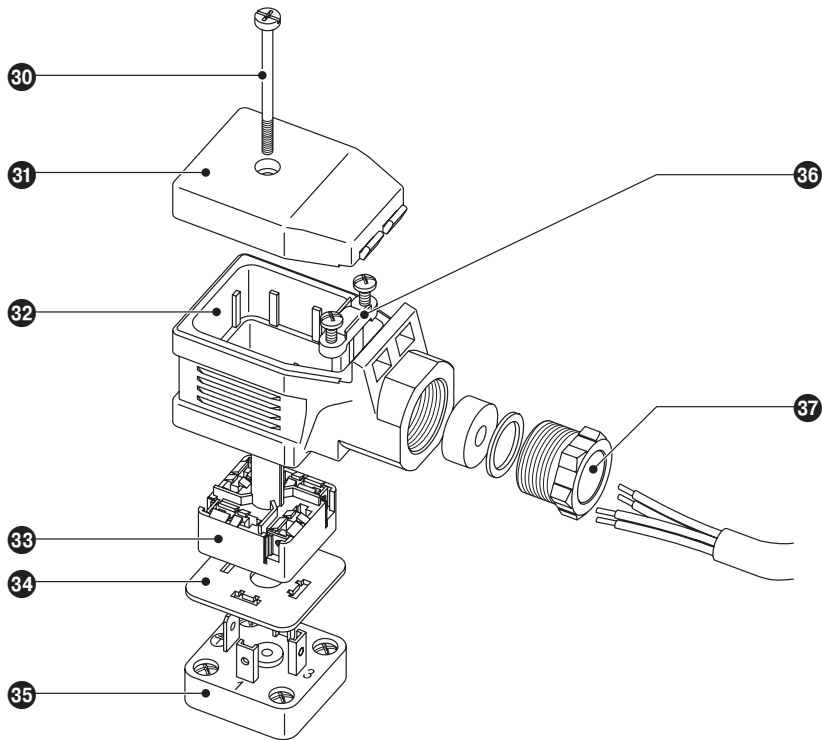

Fig. 11
1. Lösen Sie die Schraube ❸❶. **Fig. 11**
2. Ziehen Sie das Steckeroberteil ❸❷ von der Niveauelektrode ab und lassen Sie die Dichtscheibe ❸❹ auf der Kontaktplatte ❶ liegen.
3. Nehmen Sie den Deckel ❸❺ ab.
4. Drücken Sie die Anschlussplatte ❸❸ aus dem Steckeroberteil ❸❷ heraus.
5. Demontieren Sie die Kabelverschraubung ❸❹ und die Zugentlastung ❸❺ vom Steckeroberteil ❸❷.